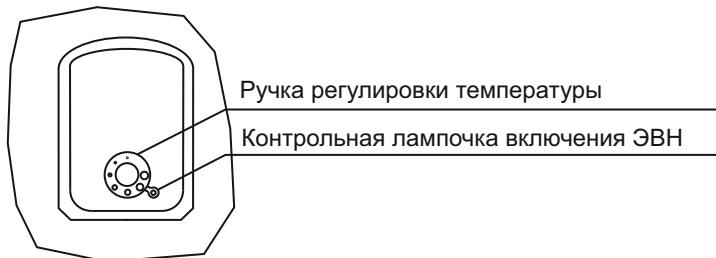

Рисунок 1 - Панель управления ЭВН
- Ручка регулировки температуры нагрева воды расположена на терморегуляторе. При повороте ручки по часовой стрелке температура увеличивается, против часовой стрелки - уменьшается (см. рисунок 1).